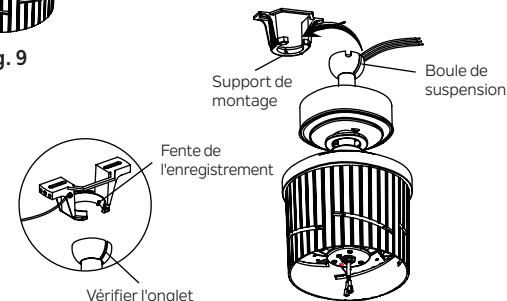

Fig. 10
Étape 6. Soulevez maintenant le corps du moteur et placez la boule de suspension dans le support de montage. Tournez jusqu'à ce que la « languette de contrôle » soit tombée dans la « fente d'enregistrement » et soit fermement en place. (Fig.10) L'ensemble du corps du moteur ne doit pas tourner si cela est fait correctement.